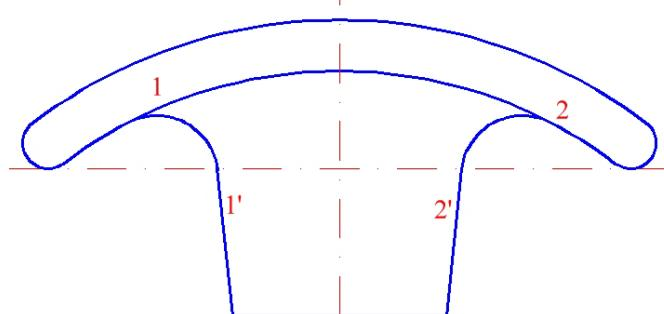

Figura 2.10.6
- prima pereche de elementele de racordat: arcul R45 și generatoarea conică stânga (figura 2.10.6);
- a doua pereche de elementele de racordat: arcul R45 și generatoarea conică dreapta (figura 2.10.6);